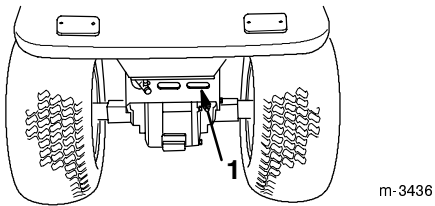

Abbildung 9
- Die Hinterachsenabdeckung ist ein Lufteinlassbereich zur Kühlung von Hinterachse und Kardanwelle. Fremdkörper von der Hinterachsenabdeckung entfernen, bevor der Traktor eingesetzt wird (Abb. 9).